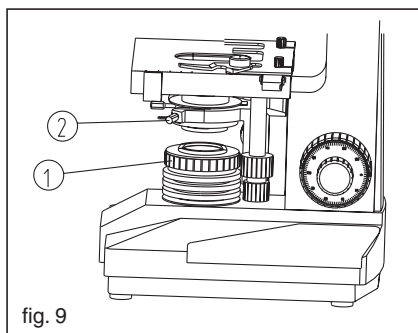

fig. 9
Accendere l'interruttore di alimentazione, posizionare il campione sul tavolino, quindi ruotare l'obiettivo 10X in posizione di lavoro; osservare con oculari 10X. Utilizzare la manopola di innalzamento/abbassamento del condensatore e raggiungere l'immagine del diaframma di campo. Concentrare quindi il diaframma di campo e l'asse ottico con la vite di regolazione ②. Ruotare la rotella ① del diaframma di campo quando quest'ultimo è superiore rispetto al campo dell'oculare. Se viene utilizzato l'obiettivo 4X, adattare il metodo come opportuno. (Fig.9)